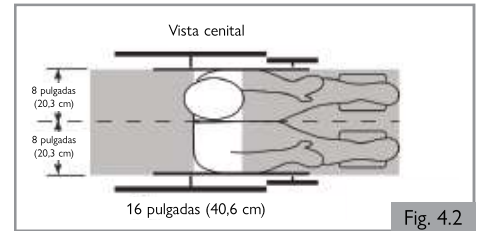

Fig. 4.2
3. En los diagramas (Fig. 4.2 y 4.3) se muestran las zonas libres recomendadas para los ocupantes sentados en silla de ruedas sujetos tanto por el cinturón pélvico como por el cinturón del torso superior y sólo por el cinturón pélvico y se describen a continuación. Las zonas libres delanteras (FCZ) deben ser mayores cuando no se utilizan cinturones para la parte superior del torso. La zona libre trasera de 40,5 cm (16 pulg.) se mide desde el punto más posterior de la cabeza del ocupante. La zona libre delantera se mide desde el punto más frontal de la cabeza del ocupante y es de 66 cm (26 pulgadas) con cinturón(es) pélvico(s) y de torso superior y de 94 cm (37 pulgadas) sólo con cinturón pélvico. Es posible que el conductor sentado en la silla de ruedas no alcance la zona libre delantera.